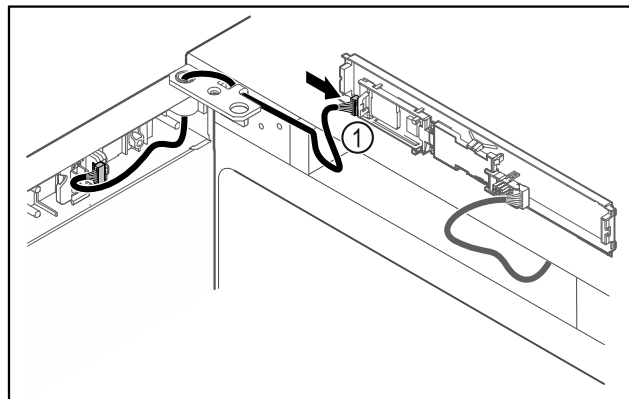

Fig. 47
- Встановити штекер Fig. 47 (1) на плиті.